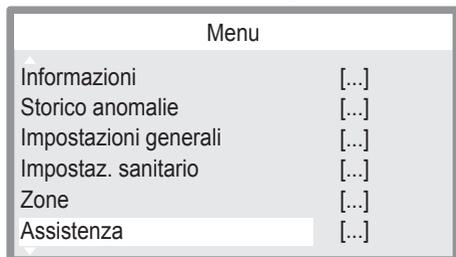

Figura 6.9
- Premere i tasti 12 o 13 (Figura 6.6) per selezionare il menu desiderato (Figura 6.9).